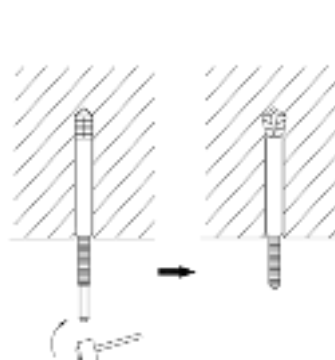

Рис. 4.3
- (2). Вставьте анкера в просверленные отверстия, затем вставьте шпильки в анкера и полностью забейте их с помощью молотка (См. Рис. 4.3).